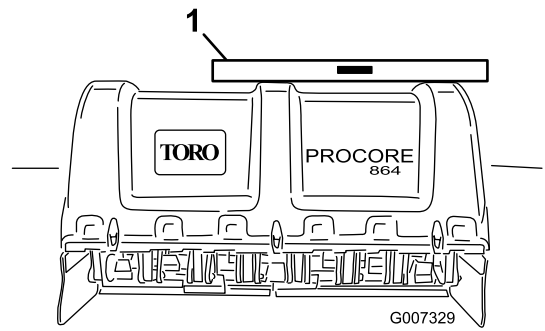

Figure 15
2. Placez un niveau au sommet du cadre de la machine pour vérifier qu'elle est de niveau d'un côté à l'autre (Figure 15).